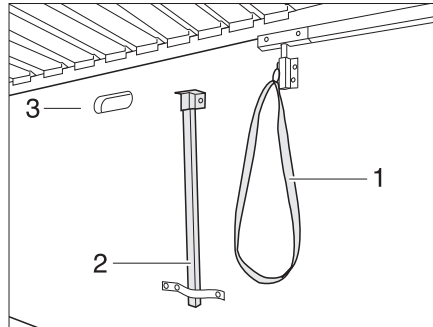

Fig. 114 Apoyo y desbloqueo
- Abrir la trampa guardaobjetos y extraer el pie de apoyo (Fig. 114,2) de debajo de la cama.
- Tirar del lazo (Fig. 114,1) e inclinar la cama (Fig. 114,3) hacia abajo.